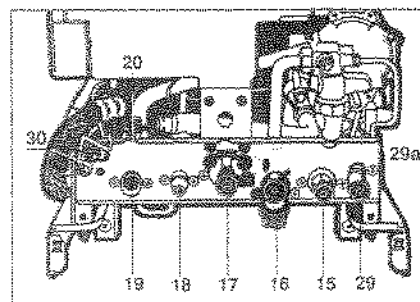

Fig. 5
12. - Dégazeur placé en amont de la pompe. La purge de l'air se fait à l'aide de la vis (30) (fig. 5).